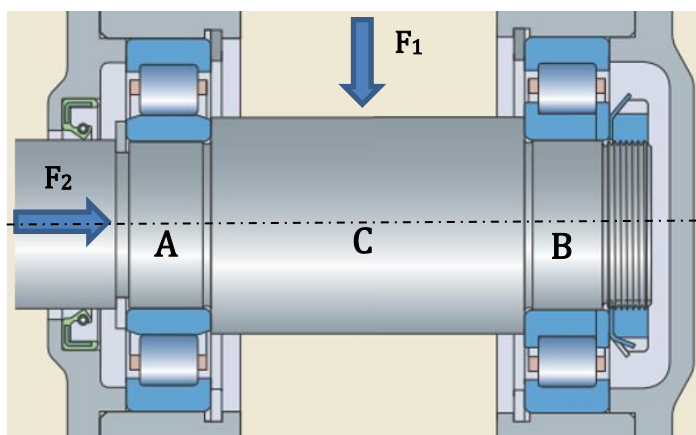

Figura 1.3
1.2.1 O veio da Figura 1.3 roda a 600rpm está sujeito a uma força axial F_2 e a uma força radial F_1 . No apoio A existe um rolamento de rolos cilíndricos NU e no apoio B um rolamento de rolos NUP. O óleo lubrificante ISO VG 100 utilizado terá uma temperatura operacional de 60 °C e uma limpeza normal. Selecione um rolamento para cada apoio usando uma fiabilidade de 95% e uma vida de 10 000 horas. Dados: